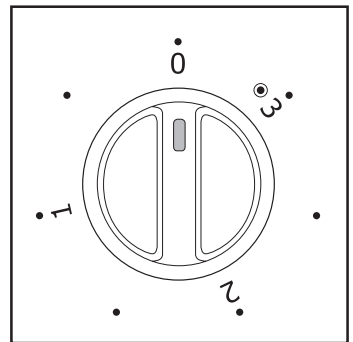

Fig. 2
B) Fig. 2 : Zone de cuisson à double circuit :